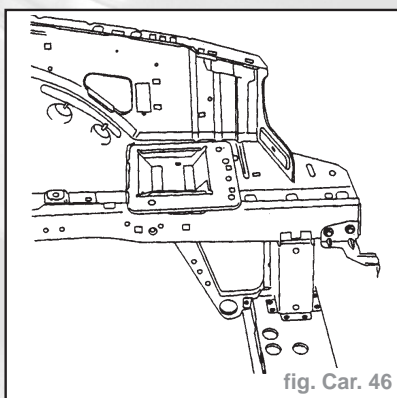

fig. Car. 46
- De chaque côté, dégraffer les points de soudure à l'aide d'une fraise  $\varnothing 8 \text{ mm}$  (fig. Car. 46 et 47).
- Souder par points électriques (fig. Car. 46 et 47).
- Dégraffer les points à l'aide d'une fraise de  $\varnothing 8 \text{ mm}$  (fig. Car. 46).